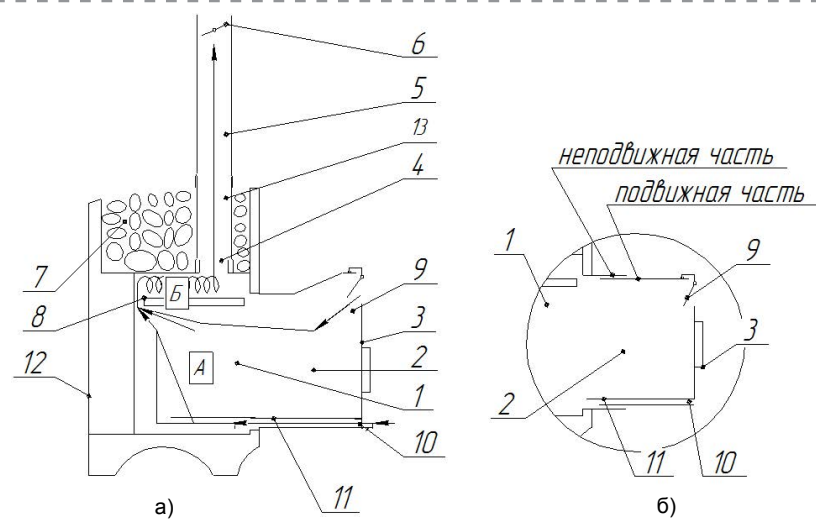

Рисунок 4.1.1. Принципиальные схемы. а) печь с открытой каменкой (экран), б) телескопический тоннель
4.1. Печи для сауны с открытой каменкой (рис. 4.1.1) включает следующие основные элементы:
4.3. Тоннель (2) проходного сечения выполнен из жаропрочной нержавеющей стали. Предусмотрены два варианта исполнения тоннеля: цельнометаллический (рис. 4.1.1.(а) и 4.1.2.(а) и телескопический (рис. 4.1.1.(б) и 4.1.2.(б)). Телескопический тоннель облегчает монтаж печи, однако в такой тоннель можно установить светопрозрачный экран лишь небольшого размера (200x180 мм). В цельнометаллическом тоннеле увеличивают входное окно, следовательно, в него можно установить экран большего размера (340x310 мм). В тоннеле снизу смонтирован дополнительный воздухозаборник, который предназначен для более интенсивного дожигания дров в самой нижней части топки на завершающей стадии горения.